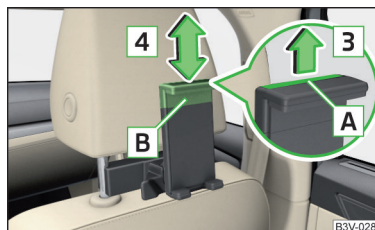

Abb. 126 Haltergröße anpassen
- › Die Sicherungslasche **A** in Pfeilrichtung **3** herausziehen und den Teil **B** in Pfeilrichtung **4** in die gewünschte Position verschieben » Abb. 126.